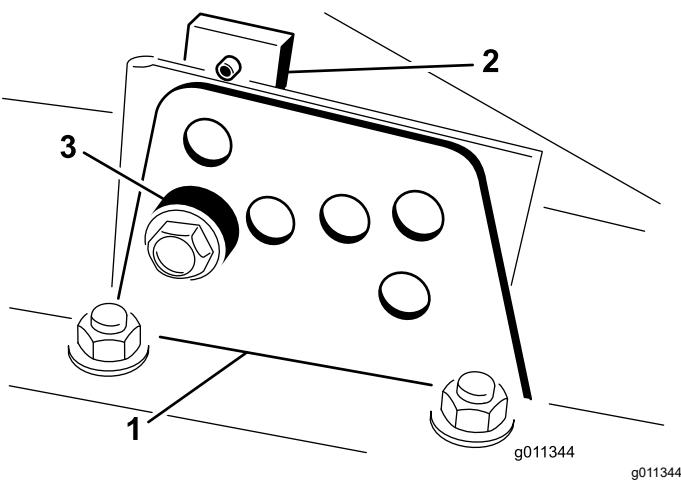

Figura 17
2. Allentate il bullone che fissa ogni staffa dell'altezza di taglio alla relativa piastra (lati anteriore e laterali) (Figura 17).
4. Supportate l'alloggiamento e togliete il distanziale (Figura 17).